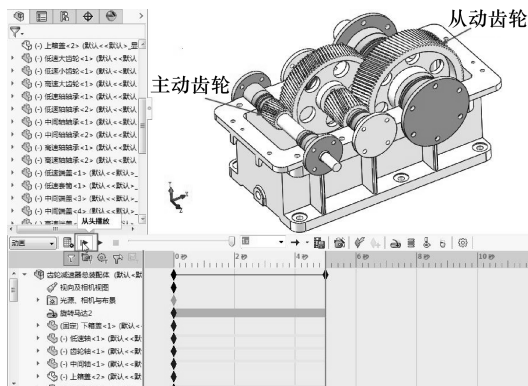

图 8-77 创建减速运动动画并播放
- 10 单击【计算】按钮。计算运动算例，完成马达减速运动动画。单击【从头播放】按钮，播放减速运动的仿真动画，如图 8-77 所示。